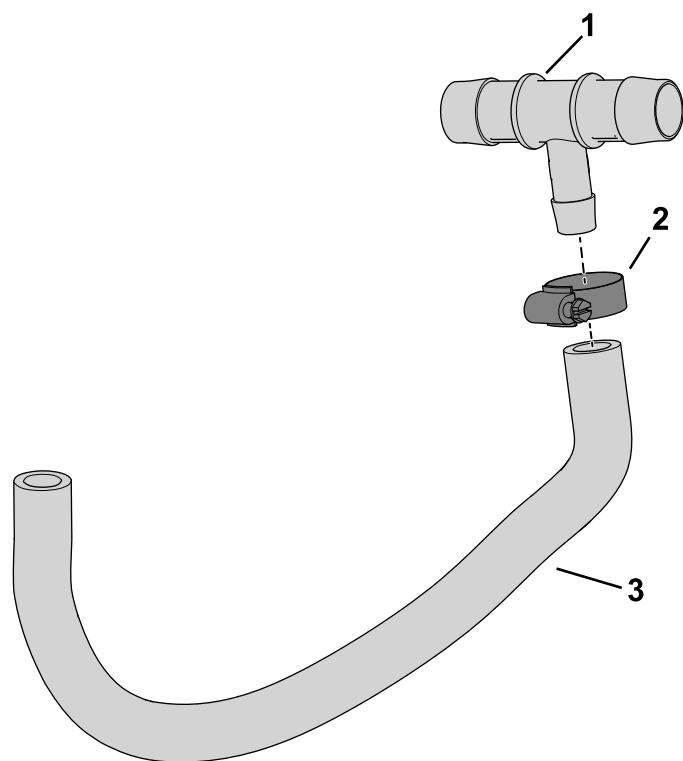

図 12
1. ホースののにホースクランプを嵌める 図 12。
2. 図 12のように、T字フィッティングのバーブ側をホースに接続してクランプで固定する。